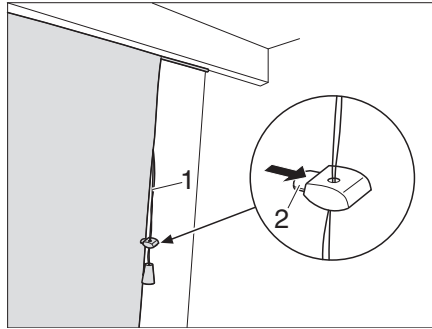

Fig. 83 Tenda a pacchetto
- Tirare la corda (Fig. 83,1) verso il basso. La tenda viene tirata verso l'alto dai nastri e viene sollevata.
- Premere il fermo (Fig. 83,2) sul supporto e spingere il supporto nella posizione desiderata.
- Premere il fermo (Fig. 83,2) sul supporto.